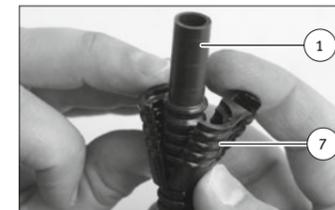

Abb. 5/ Fig. 5/ Puc. 5/ 图5
- 从包装中取出新的下半部分 (C)。
- 将两件式装配辅助工具 (7) 固定在燃油软管 (1) 的开口端 (图 5)。